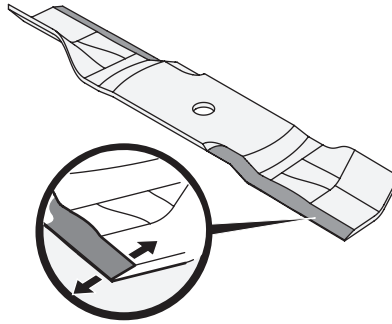

Figure 4-24
3. Pour aiguiser correctement les lames de coupe, aiguissez les deux tranchants des lames de façon égale, parallèlement à la voile, à un angle de 25 à 30 degrés. Aiguissez toujours chaque lame de coupe de façon égale pour assurer l'équilibre des lames. Voir Figure 4-24.